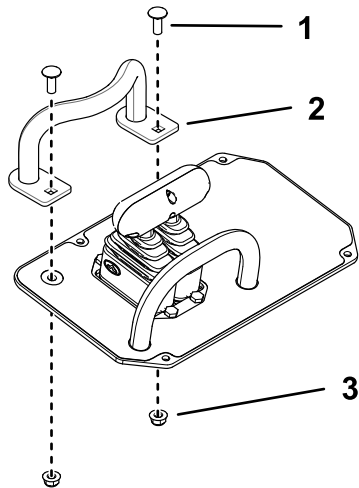

Bild 23
- Schraube, $\frac{3}{8}$ " x 1" (2)
4. Bringen Sie den neuen Griff an und befestigen Sie diesen mit den beiden Schrauben und Muttern (Bild 23).